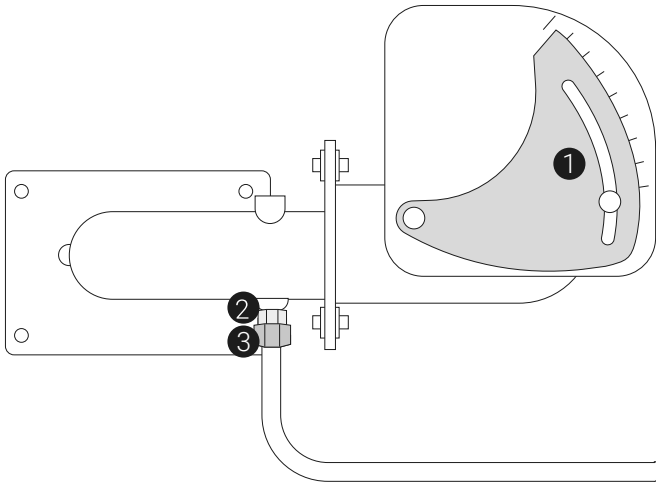

Рис. 8
**9.5.17.1.** Снять подводящую газ трубку путем откручивания гайки 3 (рис. 8).
**9.5.23.** Осуществить настройку газозвушной смеси путем увеличения либо уменьшения подачи воздуха с помощью перемещения поворотной пластины 1 до достижения пламени фиолетового цвета, без отрывов от горелки (рис. 8). Например, при неполном горении нагревательного элемента – снизить объем подаваемого воздуха.